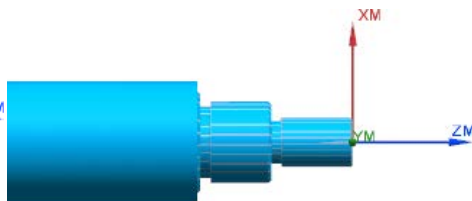

图 9.27 3D 仿真结果
Step3. 在“刀轨可视化”对话框中单击**3D 动态**选项卡,采用系统默认参数设置值,调整动画速度后单击“播放”按钮,即可观察到 3D 动态仿真加工,加工后结果如图 9.27 所示。